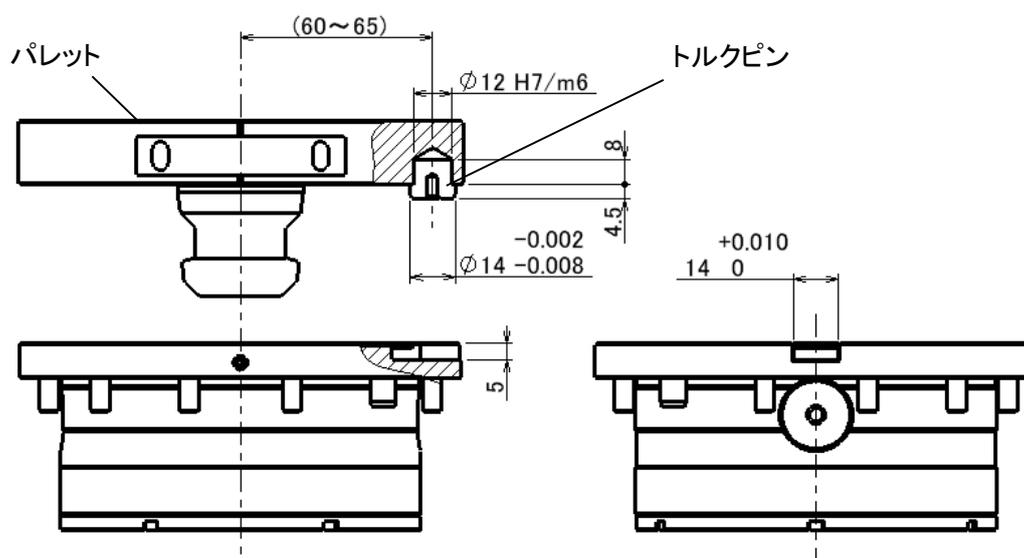

図 9 トルクピンの取付
- 1 台のみで使用する場合は、図 9 を参考にしてパレットを設計してください。